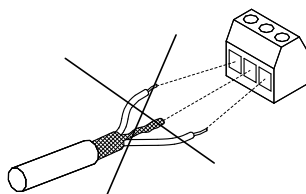

Fig. 38 Ne pas tordre les extrémités du blindage
- Éviter d'aboutir le blindage avec des extrémités tordues. Voir fig. 38. Utiliser plutôt des presse-étoupes ou des entrées de câble CEM vissées.